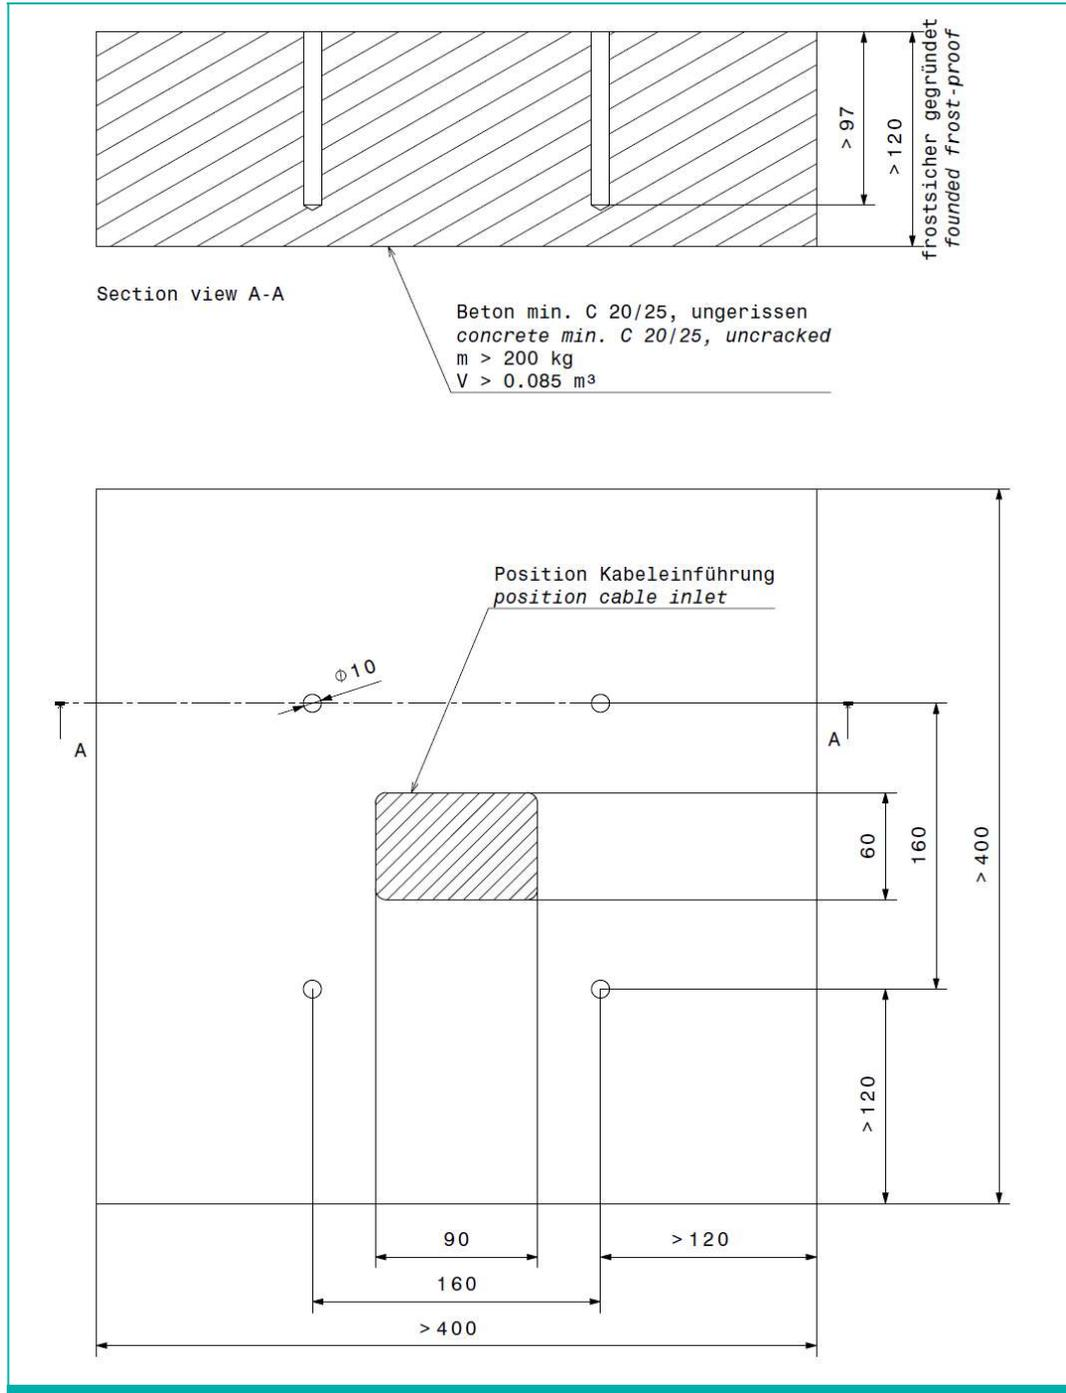

Abbildung 4-2: Anforderungen an das Fundament
- Die Position der Zuleitungen kann Abbildung 4-2 entnommen werden. Die vier Befestigungsbohrungen können auch bei der Montage gebohrt werden.
- Bringen Sie die Bohrlöcher gemäß Abbildung 4-2 senkrecht in das Fundament ein: $D = 10 \text{ mm}$, ca. 100 mm tief. Beachten Sie dabei den Randabstand von min. 120 mm.